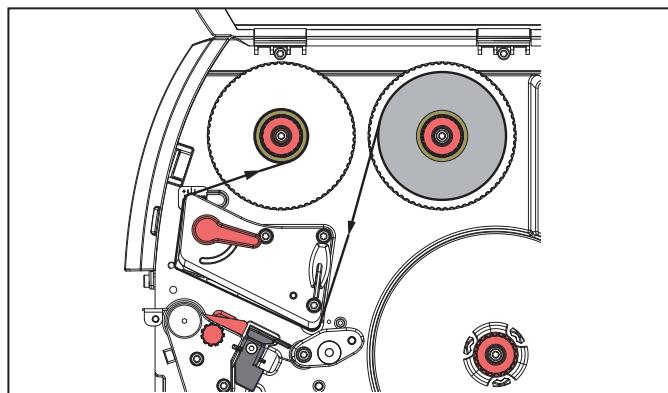

Bild 6.4 Transferfolienlauf
- Drehen Sie den Hebel (6) gegen den Uhrzeigersinn, um den Druckkopf anzuheben.
- Schieben Sie die Transferfolienrolle (1) so auf den Abwickler (2), dass die Farbbebeschichtung der Folie beim Abwickeln nach unten zeigt.
- Positionieren Sie die Transferfolienrolle (1) so auf dem Abwickler, dass die Skalenwerte an beiden Seiten der Rolle identisch sind.
- Halten Sie die Transferfolienrolle (1) fest und drehen Sie den Drehknopf am Abwickler (3) gegen den Uhrzeigersinn, bis die Transferfolienrolle fixiert ist.
- Schieben Sie einen geeigneten Transferfolienkern (4) auf den Transferfolienaufwickler (5) und fixieren Sie ihn in gleicher Weise.
- Führen Sie die Transferfolie durch die Druckbaugruppe, siehe Bild 6.4.
- Fixieren Sie den Anfang der Transferfolie mit einem Klebestreifen am Transferfolienkern (4). Beachten Sie dabei die Rotationsrichtung des Transferfolienaufwicklers entgegen dem Uhrzeigersinn.
- Drehen Sie den Transferfolienaufwickler (5) gegen den Uhrzeigersinn, um den Transferfolienlauf zu glätten.
- Drehen Sie den Hebel (6) im Uhrzeigersinn, um den Druckkopf zu verriegeln.